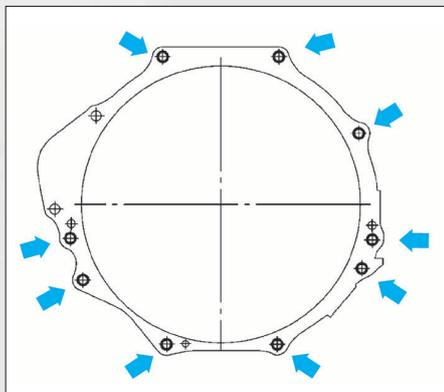

FIG. 11
• Déposer les 9 vis de fixation de la boîte de vitesses sur le moteur et le support du flexible de reniflard de boîte de transfert, puis déposer la boîte de vitesses (**fig. 11**).